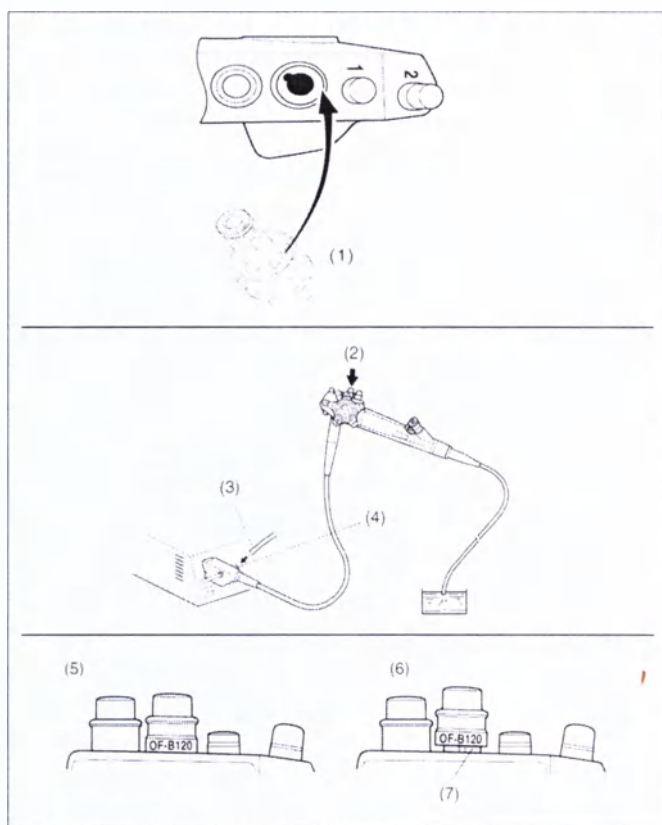

Рисунок 18
Вставьте клапан в цилиндр аспирации, мягко проталкивая клапан в цилиндр. При проталкивании клапана в аспирационный цилиндр никогда не прилагайте избыточное усилие. ➡ рис. 18
- с) Присоедините аспирационную трубку от внешнего аспиратора к аспирационному ниппелю, расположенному на коннекторе PVE на конце кабеля видеопроцессора. Поместите дистальный конец эндоскопа в резервуар со стерильной водой и нажмите на клапан управления аспирацией. Вода должна быстро всасываться в накопительную емкость аспирационной системы. ➡ рис. 18